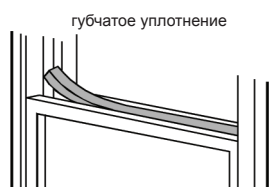

Рис. 13
5. Отрежьте губчатое уплотнение нужной длины и заполните образовавшуюся щель между верхней частью оконной створки и наружной створкой. См. рис.13.